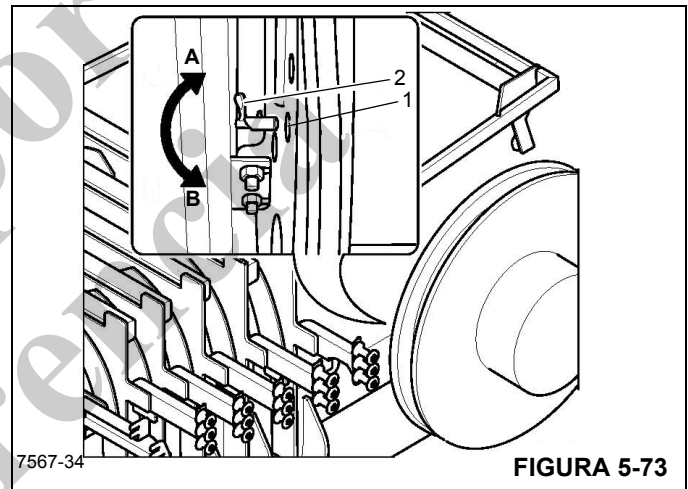

FIGURA 5-73
Gire el pestillo (2, Figura 5-73) en sentido horario (A) para desengancharlo del agujero.
1. Gire el tambor de manguera hasta que un agujero se alinee con el pestillo (2, Figura 5-73).
2. Gire el pestillo (2) en sentido contrahorario a la posición (B), hasta que el pestillo se enganche completamente en el agujero.
Los agujeros (1, Figura 5-73) están distribuidos en la rueda interna del tambor de manguera. Al girar el pestillo (2) se